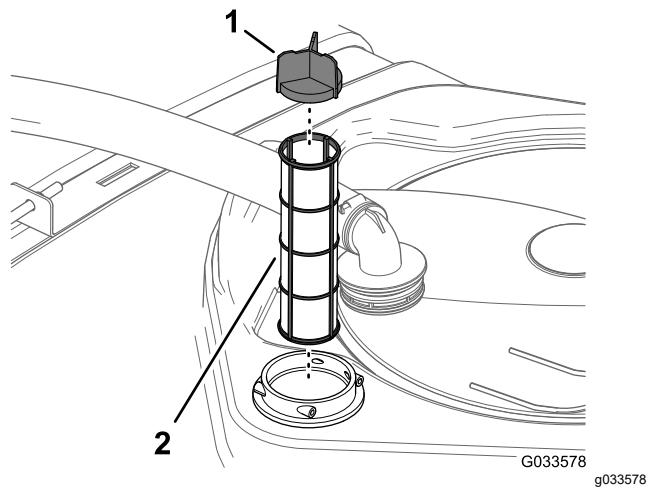

Figure 105
4. Sortez l'ancien filtre d'aspiration de son logement dans le réservoir (Figure 105).